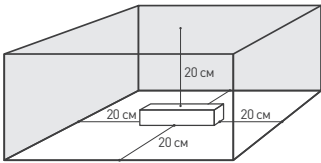

Рис. 2. Свободное пространство вокруг источника
- температура окружающего воздуха от -40 до +60 °C, см. график зависимости максимально допустимой нагрузки на источник питания от температуры окружающей среды на рис. 2;